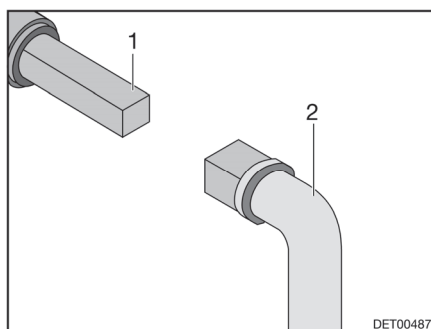

Bild 111 Handhavande avloppsventil
- Sätt nyckeln (Bild 111,2) mot fyrkanten (Bild 111,1).